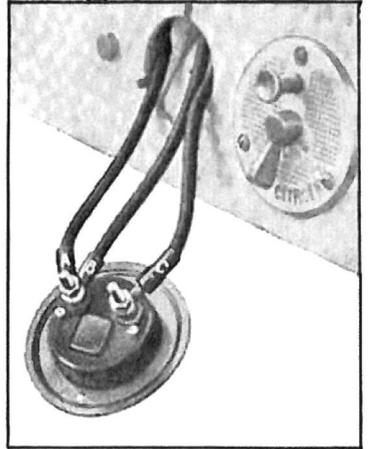

Fig. 365. — Branchement des câbles de l'ampèremètre.
- 6—Placer le nouveau câble en le glissant à la place de l'ancien au travers du tablier et sous l'auvent puis le brancher à l'ampèremètre (a, fig. 365).